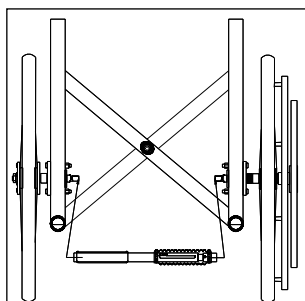

Fig. 16
1. Installation (Fig. 16 & 16a)